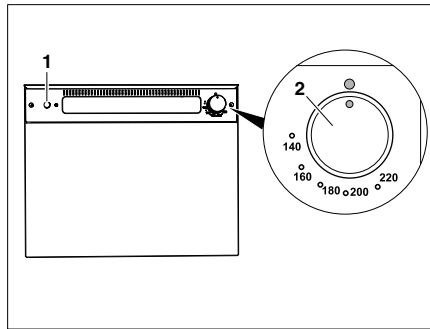

Fig. 326 Forno a gas (Thetford)
- Premere leggermente il pomello girevole (Fig. 326,2) e ruotarlo in senso antiorario portandolo in una posizione a piacere.
- Premere l'interruttore di accensione (Fig. 326,1) finché la fiamma non si accende.
- Ruotare il pomello girevole (Fig. 326,2) portandolo in posizione "O". La fiamma si spegne.